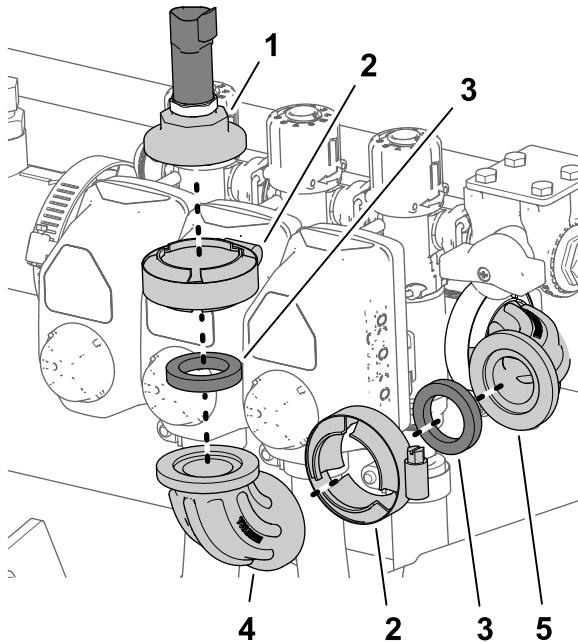

図 31
1. 樹脂封入フィッティングキャップ、水圧トランステューサ、ガスケットを右側ブームバルブ端部の90°エルボに固定しているフランジクランプを外して、キャップ、トランステューサ、ガスケット図 31。
2. フランジクランプ、90° エルボポートなしとガスケットを、ポート付き90° エルボから外す図 31。
3. フィッティングキャップとガスケットを、右側ブルバルブのフランジ付き 90° エルボに整列させる図 31。
4. フランジクランプで、フィッティングキャップとガスケットを 90° エルボに固定する図 31。